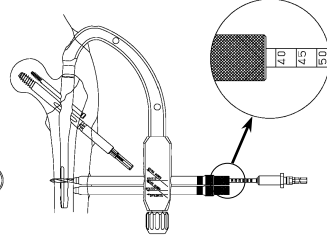

図20
- 19) ドリルアダプタを装着したディスタルススクリュー用ドリル（L）又はストッパー付き（36mm）にて穴あけを行います。（図20）